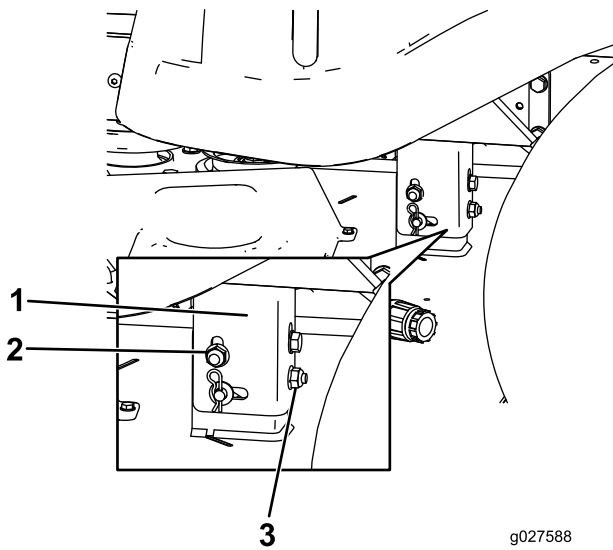

Figure 59
8. Élevez ou abaissez le côté gauche du tablier de coupe en tournant l'écrou de blocage arrière (Figure 59).
Remarque: Tournez l'écrou de blocage arrière dans le sens horaire pour élever le tablier de coupe ou dans le sens antihoraire pour abaisser le tablier (Figure 59).